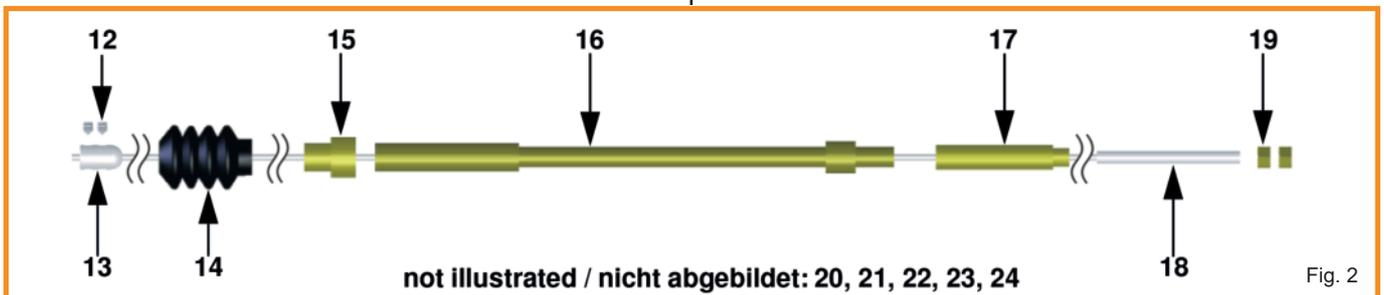

Fig. 2
- Only the M6 hex nuts (Pos:19, Fig.2) need to be reused from your old drum brake system.
- The handbrake conduit (Pos:16, Fig.2) for the Bus-Kits are supplied with the CSP disc brake kit #599 200 5205S.
- Lediglich die M6 Einstellmutter (Pos:19, Fig.2) und die Handbremsseilhüllen (Pos:16, Fig.2) müssen von der Trommelbremse übernommen werden.